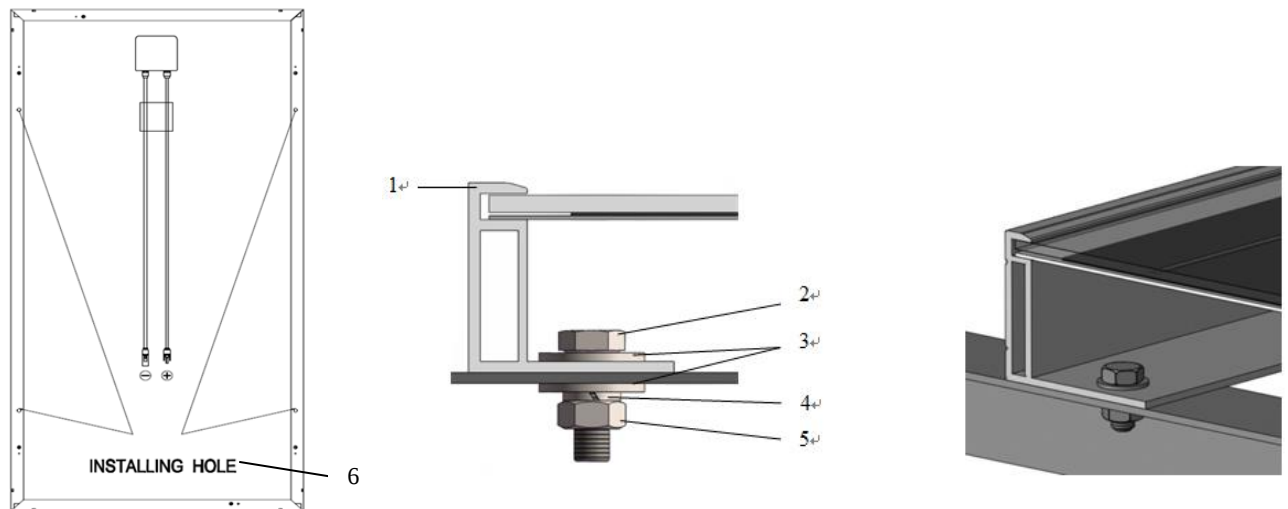

Abbildung 1. Installation des PV-Moduls per Schraubbefestigung
- Befestigen Sie das Modul, wie in Abbildung 1 gezeigt, an allen Montagepunkten mit einer M8-Schraube sowie Unterlegscheibe, Federring und Mutter. Das anzuwendende Drehmoment beträgt 16–20 Nm.